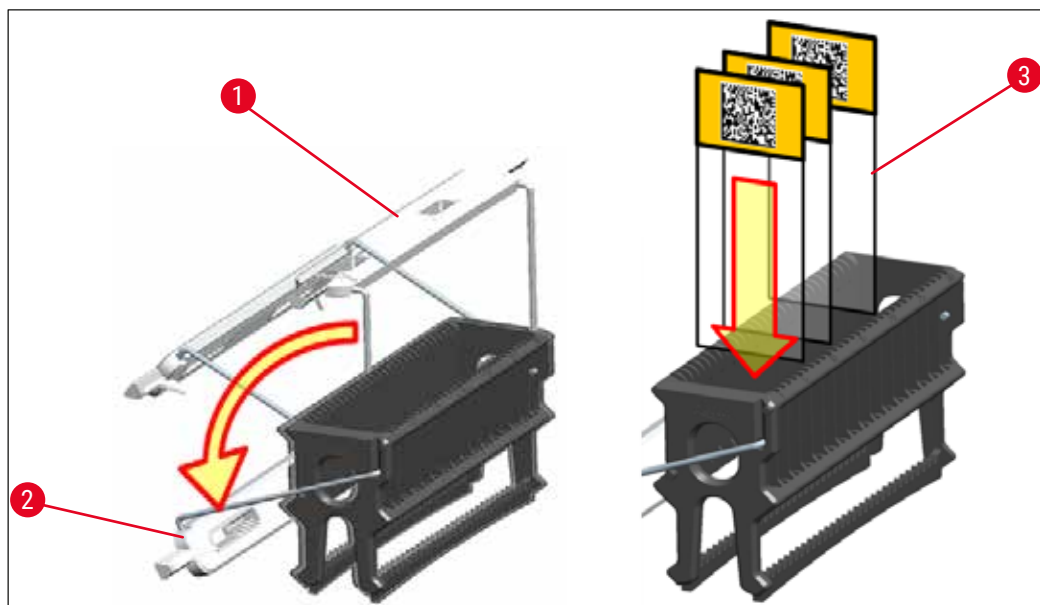

Fig. 85
- Partea frontală a rack-ului este marcată cu logo-ul Leica. Cu cadrul atașat, inscripția **FRONT** (Partea frontală) poate fi văzută la o privire asupra cadrului (→ "Fig. 85").
1. Rabatați cadrul stativului în poziție verticală (→ "Fig. 85").